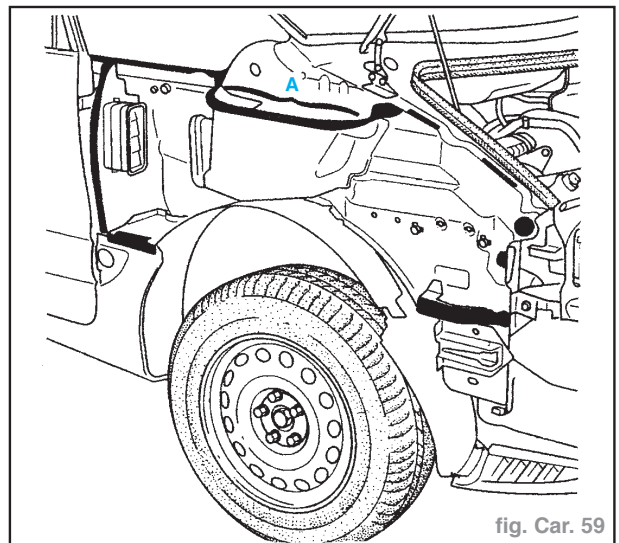

fig. Car. 59
Préparation du châssis (fig. Car. 59)
- En partie (A) extruder le cordon sur l'adhésif (fig. Car. 59).